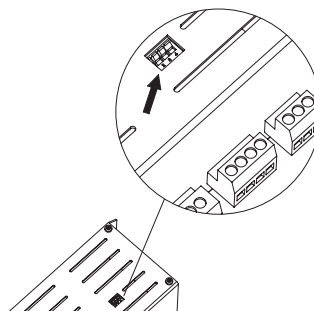

Fig. 33
3. Prendre le nouvel inverter et régler les dip-switch comme l'inverter à remplacer (Fig.33) Fixer le nouvel inverter au support et raccorder les bornes électriques (Annexe 7) à ses logements.